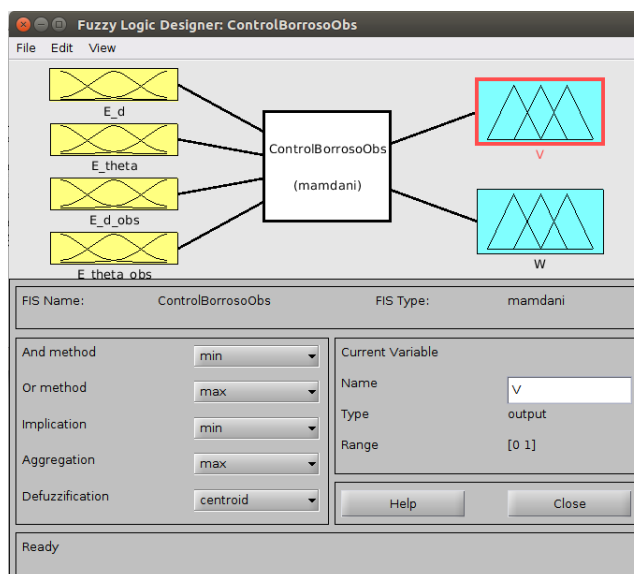

Figura 4. Diseño del control borroso mediante la toolbox de Matlab
- Defina un controlador de 4 entradas y 2 salidas como el mostrado a continuación. Se recomienda partir del controlador diseñado en la primera parte de la práctica (ver Figura 4).